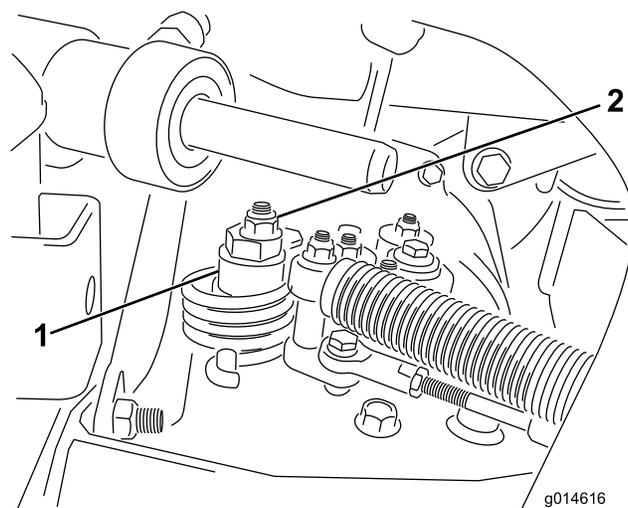

図 40
- A. 偏芯ナットをハイドロスタット上部に止めているナットをゆるめる 図 40。
- C. どちらにも車輪が回らないように偏芯ナットを回して調整する。調整ができれば固定ナットを締める 図 40。スロットル低速 および高速位置で調整が正しいことを確認する。